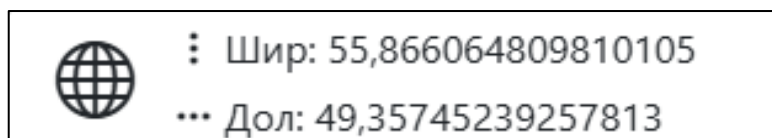

Рисунок 3.19 – Отображение координат на нижней панели ПО «OZZ PRESENTER»
3.2.3.6.2 В данной области координаты отображаются в вид десятичных координат (Рисунок 3.19).